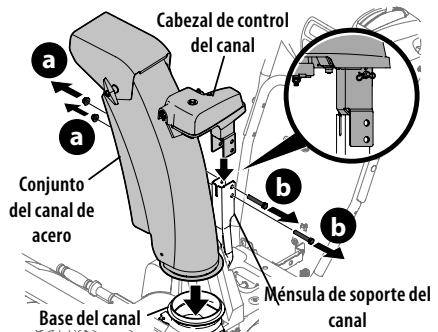

Figura 21
1. Extraiga las tuercas de seguridad (a) y los tornillos hexagonales (b) de la ménsula de soporte del canal (para lo que se requerirán dos llaves) (Figura 21).
- Ubique el conjunto del canal sobre la base del canal y el cabezal de control del canal sobre la ménsula de soporte del canal (Figura 21).